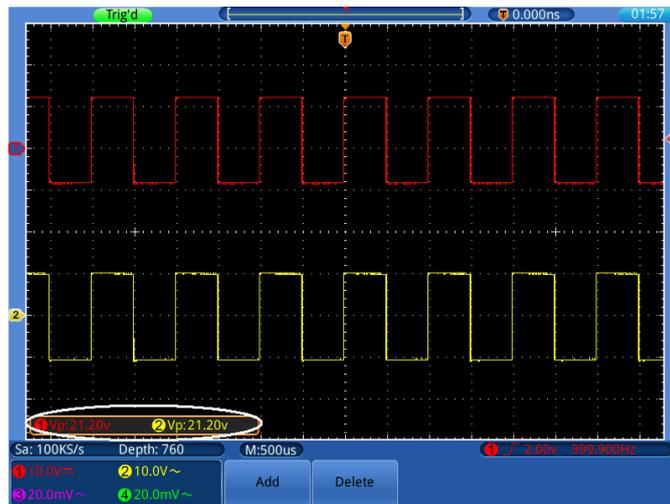

Fig. 0-2 Forma de onda de la medición de ganancia
- (1) Pulse el botón **Autoset** y el osciloscopio configurará de forma automática las formas de onda de los dos canales de forma adecuada.
- (2) Pulse el botón **Measure**.
- (3) Seleccione **Add** en el menú inferior.
- (4) Seleccione **Source** en el menú de la derecha y ① en el de la izquierda.
- (5) Seleccione **Type** en el menú de la derecha y **PK-PK** en el de la izquierda.
- (6) Seleccione **Add** en el menú de la derecha.
- (7) Seleccione **Source** en el menú de la derecha y ② en el de la izquierda.
- (8) Seleccione **Add** en el menú de la derecha.
- (9) Lea Vp del canal 1 y canal 2 desde la ventana de medición en la parte inferior izquierda de la pantalla (consulte fig. 0-2).
- (10) Calcule la ganancia del amplificador con las fórmulas siguientes: